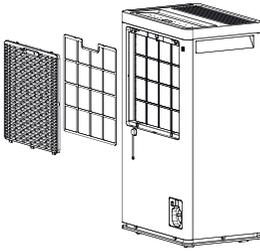

Рис. 5
9. Чистка фильтра (Рис. 5). Достаньте фильтр, промойте его в мыльной воде, прополощите в чистой воде, высушите и вставьте на место. В среднем необходимо проводить чистку фильтров не реже чем раз в две недели при постоянном использовании, иначе производительность прибора может снизиться.